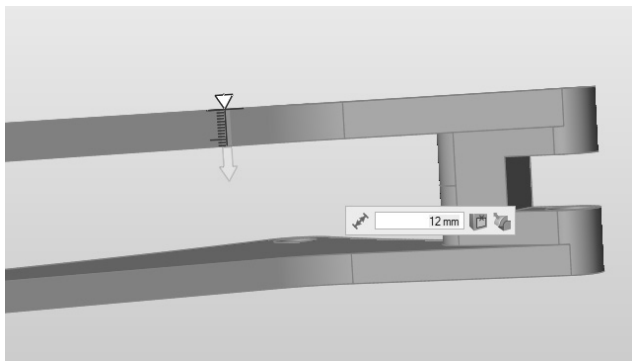

图 9-20
4) 在小对话框中输入“12”，然后按〈Enter〉键确认，如图 9-20 所示。